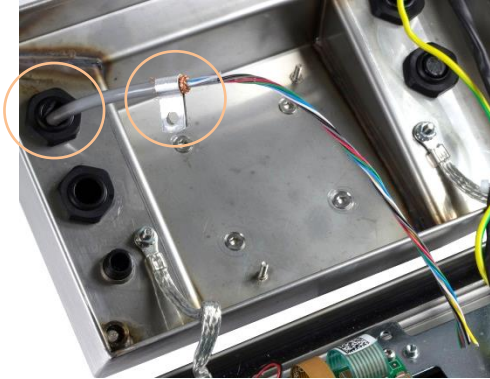

Abbildung 2-31: Einführung des Wägezellenkabels in das IND236-Gehäuse, mit Gehäuseerdungsklemme
17. Das Wägezellenkabel tritt über die Kabeldurchführung entsprechend Abbildung 2-31 in das Gehäuse ein.
20. Schieben Sie die Erdungsklemme des Terminals über die freigelegte Abschirmungsader (siehe Abbildung 2-31).